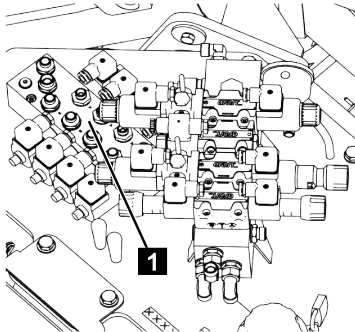

Fig. 124
6. Actionner la vanne souhaitée du bloc de commande des appuis (Fig.124/1).